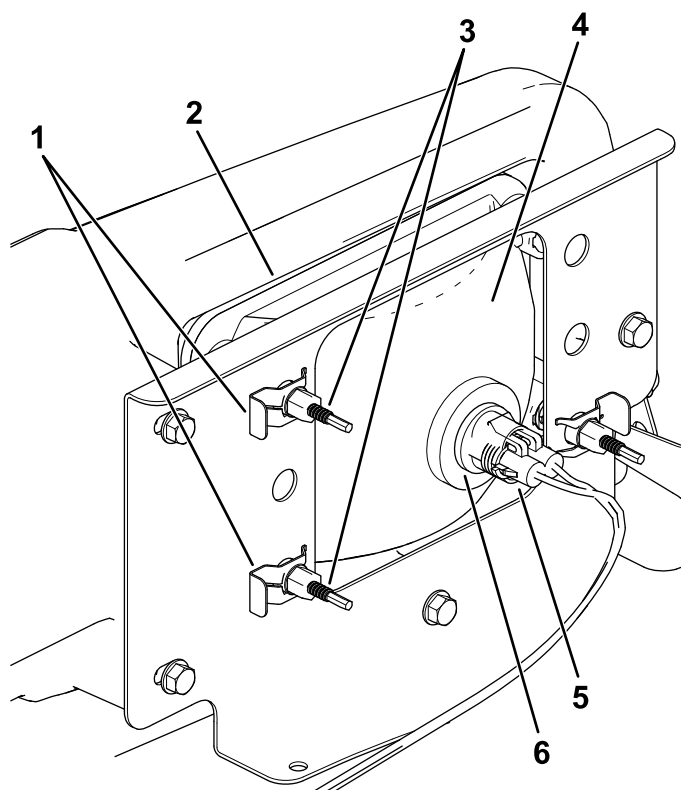

Figura 50
3. Desconecte el conector eléctrico del arnés de cables del conector del conjunto de la lámpara (Figura 50).
- Retire los conectores rápidos que sujetan el faro al soporte del faro (Figura 50).
- Retire el faro desplazándolo hacia adelante y pasándolo por el hueco del parachoques delantero (Figura 50).
- Introduzca el faro nuevo a través del hueco del parachoques (Figura 50).
- Sujete el conjunto del faro con los conectores rápidos que se retiraron en el paso (4).
- Conecte el conector eléctrico del arnés de cables al conector del conjunto de la lámpara (Figura 50).
- En la parte trasera del faro, gire los tornillos de ajuste (Figura 50) para pivotar el conjunto y ajustar de la posición del haz de luz.